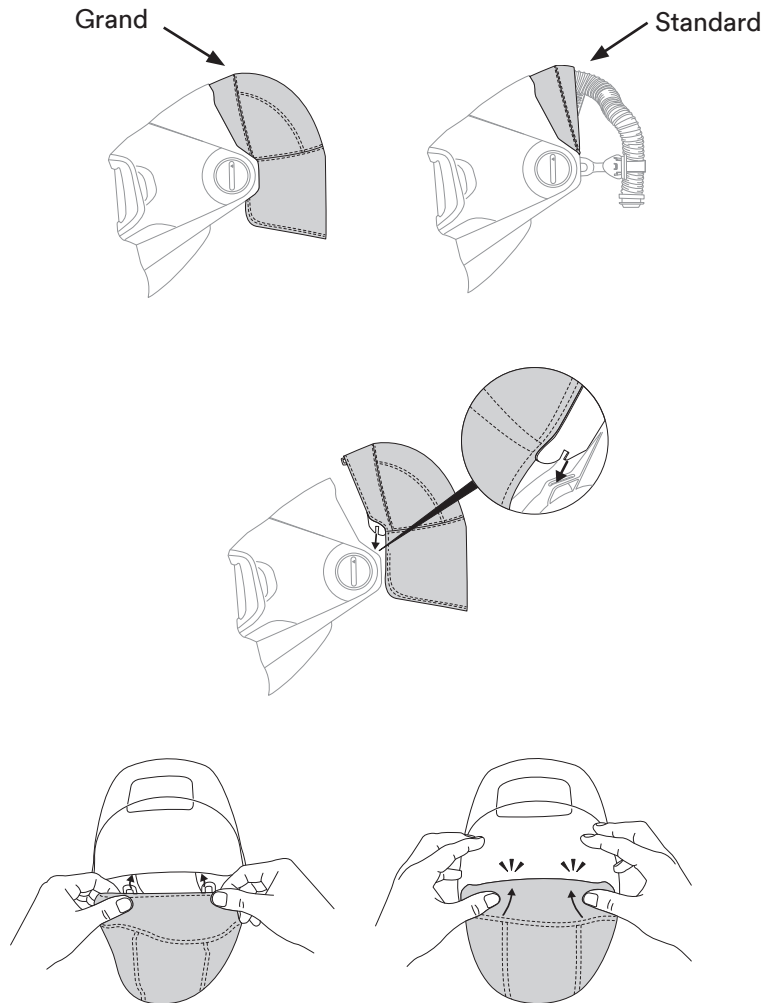

Fig. 17a
- Il y a deux attaches situées au niveau de la couronne du couvre-tête. Il faut les insérer dans les autres attaches du masque de soudeur. Un déclic indiquera qu'ils sont en place (Fig. 17a)
d. Réinstaller la coquille de tête comme il est indiqué ci-dessus sur la figure 17a.